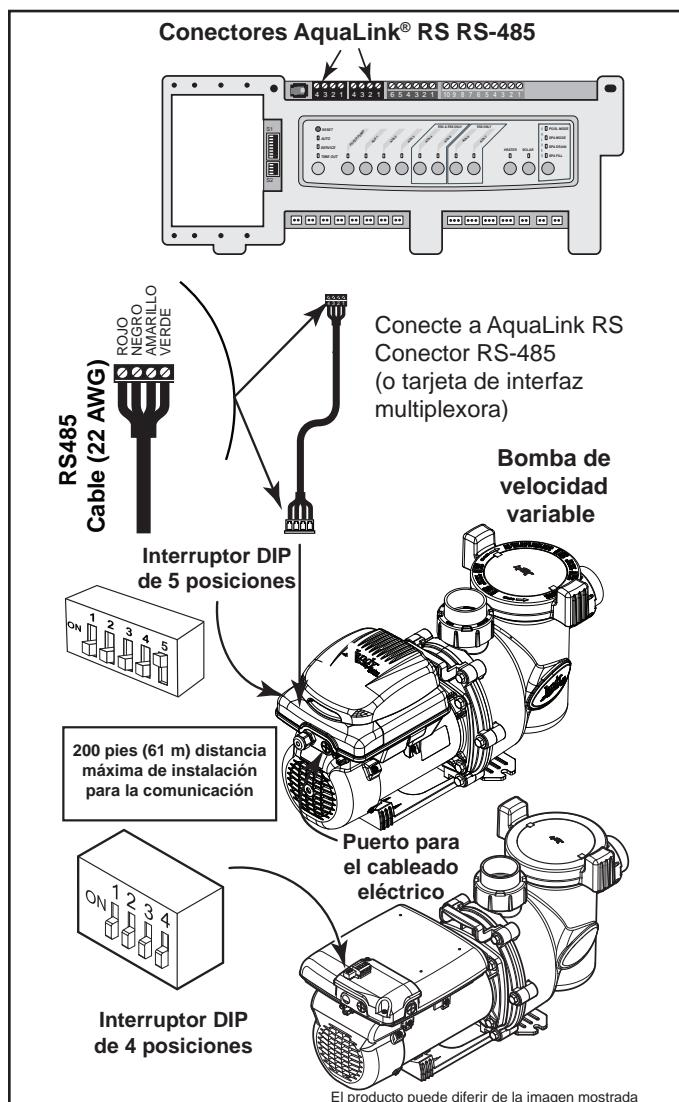

Figura 7. Cableado del controlador AquaLink RS o AquaLink PDA a la bomba VSFHP1.0
2. Retire un (1) tornillo y la cubierta de acceso para completar las conexiones eléctricas al motor.
3. Para la VS-FHP1.0, deslice los interruptores 1 y 2 hacia abajo, quedando en la posición “OFF” (apagado). Si corresponde a su modelo de bomba DIP interruptor deslizante 5 hasta la posición de “ON” (encendido). Véase Figura 7.
- b. Conecte el cable nuevo RS-485 del AquaLink a través del aditamento de compresión disponible y pase el cable conductor tetrafilar a través del puerto rosado de la unidad del motor que esté más cerca al conector. Figura 7.
6. Conecte el otro extremo del cable al conector RS-485 en el AquaLink® RS (o tarjeta de interfaz multiplexora), haciendo coincidir los colores de los alambres con las posiciones del conector de la siguiente manera: 1-rojo, 2-negro, 3-amarillo y 4-verde. Véase Figura 7.
3. Retire los seis (6) tornillos para desconectar el controlador de velocidad variable de la base del controlador en el motor de la bomba.
5. Destornille los cuatro (4) terminales del conector y desconecte los alambres del conjunto de cables del motor.
7. Asegure la cubierta del bolsillo y la junta con seis (6) tornillos a la base del controlador de velocidad variable en el motor.
8. Retire un (1) tornillo y la cubierta de acceso para completar las conexiones eléctricas al motor.
10. Prepare el cable e inserte otro conector de 4 pines asegurándose de que los colores del alambre concuerden con la Figura 7.
13. Verifique que la configuración del interruptor DIP concuerde con la Figura 7.